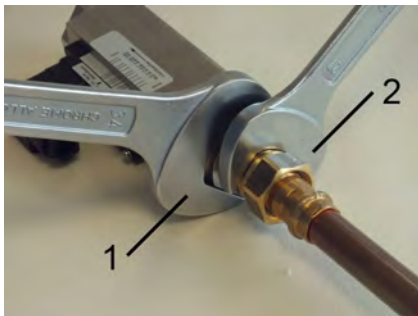

Abb. 11: Gerät einschrauben
- Mit passendem Maulschlüssel (Abb. 11/2) die Übergangverschraubung der Rohrleitung eindrehen. Dabei die Geräteverschraubung mit einem passenden Maulschlüssel (Abb. 11/1) gegenhalten